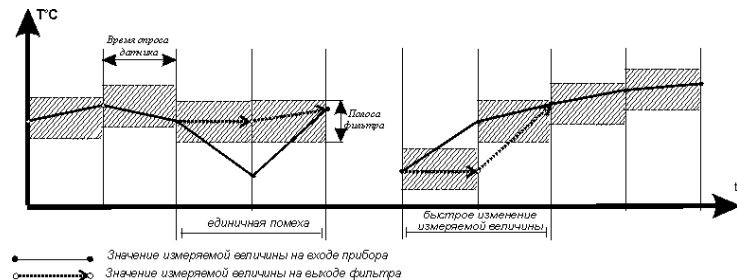

Рис. 7
3.1.3.1. Параметр b0-2, называемый полосой цифрового фильтра, позволяет защитить измерительный тракт от единичных помех. Полоса фильтра задается в единицах измеряемой величины. Если полученное значение отличается от предыдущего на величину, большую, чем установлено в этом параметре, то прибором производятся повторные измерения, до тех пор, пока полученное значение не попадет в заданную полосу (рис. 7). В течение всего этого времени на цифровом индикаторе остается старое значение измеренной величины.
Как видно из рис. 7, малая ширина полосы фильтра приводит к замедлению реакции прибора на быстрое изменение входной величины. Поэтому при низком уровне помех или при работе с быстроменяющимися процессами рекомендуется увеличить значение параметра или отключить действие полосы фильтра, установив в параметре b0-2 значение 00. В случае работы в условиях сильных помех для устранения их влияния на работу прибора необходимо уменьшить значение параметра. При этом возможно ухудшение быстродействия прибора из-за повторных измерений.